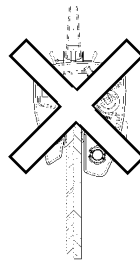

Fig. 4
- Siempre transportar chapas individualmente (ver fig. 4).
- Met de platenklem mag telkens maar één plaat tegelijk worden getransporteerd (fig. 4).